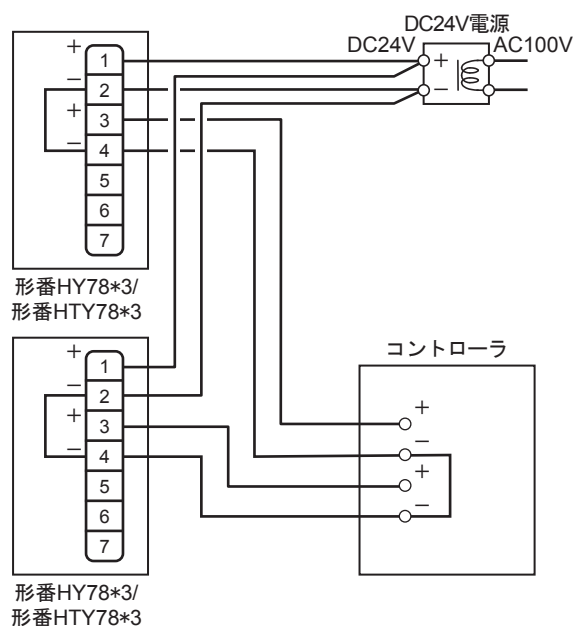

図18
● ただし、① (+) – ① (+)、② (–) – ② (–) を『図18』に示すとおり配線してください。
(補足) DC電源については、新規に設置する場合と同様です (図18)。